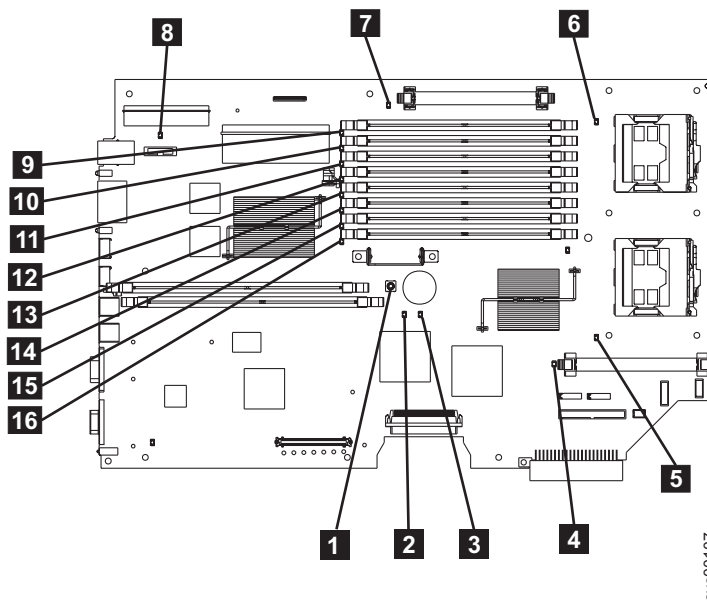

図 61. SAN ボリューム・コントローラー 2145-8F4 または SAN ボリューム・コントローラー 2145-8F2 システム・ボード
ーン上の LED 状態を監視している必要があります。システム・ボード LED の位置は、図 61 に示されます。ファン LED はそれぞれのファンに隣接して配置されています。必要な LED を表示するには以下を行います。
- d. ライト・パス診断ボタン **1** を押します。図 61 を参照してください。